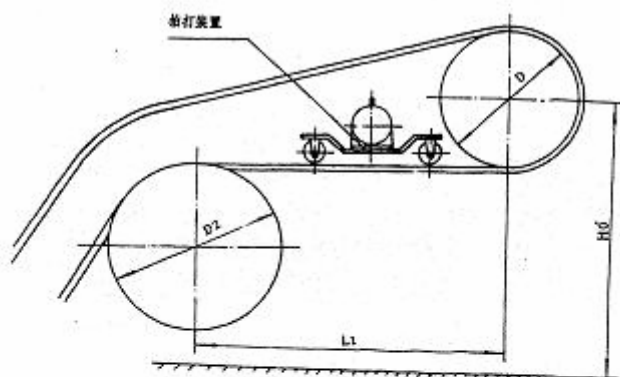

图 14
①拍打装置 (如图 14): 本系列产品采用拍打装置清扫器, 利用输送带的振动震落粘附在挡边和横隔板上的余料。